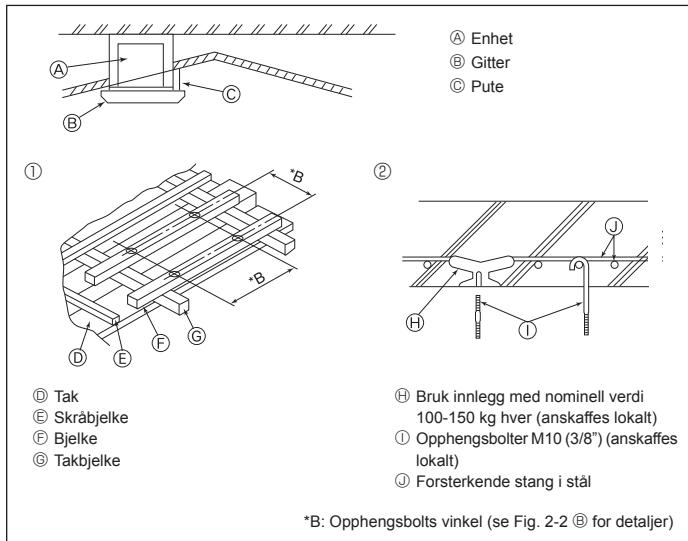

Fig. 2-4
2.4. Opphengsstruktur (Gir en sterk opphengsstruktur for stedet) (Fig. 2-4)